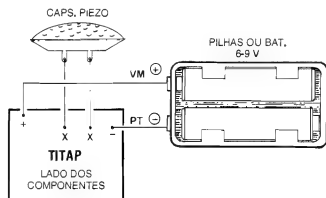

FIG. 5
- FIG. 5 - CONEXÕES EXTERNAS À PLACA - Com o Impresso ainda visto pela sua face não cobreada, a figura agora mostra as ligações externas ao Impresso, ou seja: as conexões aos terminais do transdutor piezo (feitas através dos pontos "X-X" da placa...) e as ligações da alimentação, polarizadas, aos pontos "+" e "-"... Quanto às ligações das pilhas ou bateria, lembramos que os fios "naturais" já existentes nos respectivos suportes ou "clip", mantêm o código de cor **vermelha** para o **positivo** e cor **preta** para o **negativo**...